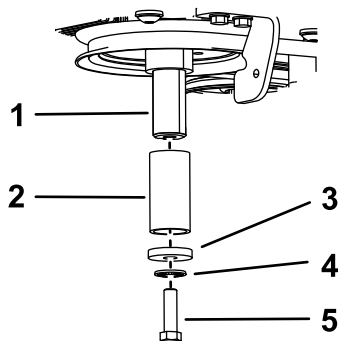

Figura 90
- C. Aplique compuesto antigripante al cigüeñal, y luego instale el perno, la arandela, la arandela de muelle y un espaciador (Pieza Toro N° 136-5411) en el eje (Figura 90).